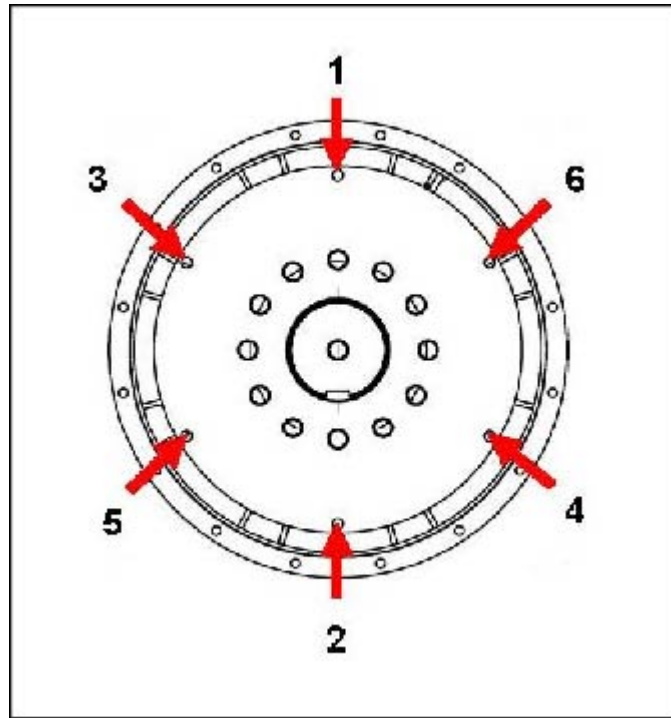

图 21. 飞轮固定顺序
- 按照所示顺序拧紧螺栓以将耦合盘固定到飞轮上 图 21 在第 xx 页 36